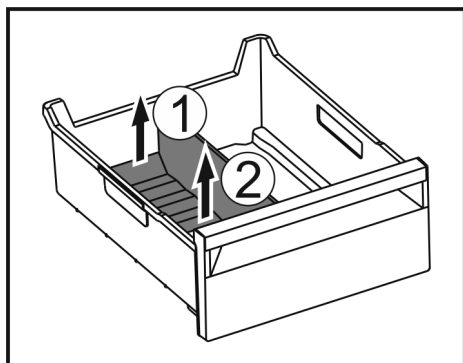

Fig. 151
- Soulever la partie arrière du séparateur de congélateur. Fig. 151 (1)
- Retirer le séparateur de congélateur par le haut. Fig. 151 (2)